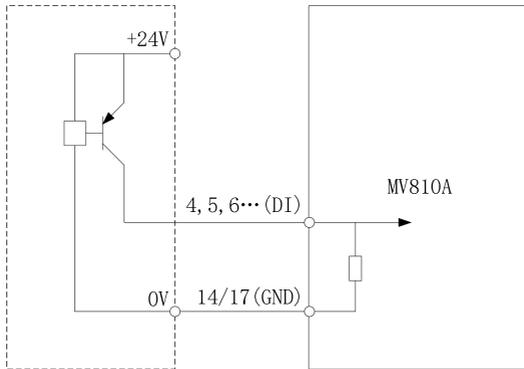

图 4-16 使用外部电源的 PNP 连接方式
③ 使用外部电源，外部控制器为 PNP 型的共发射极输出，接线方式如图 4-16 所示。